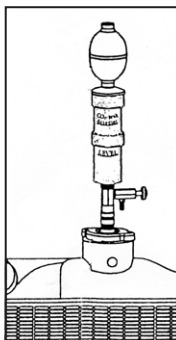

Fig. 3
5. Kun det som beskrives i fig. 3, slut cylinderlækagetesteren til lynkoblingen. Pump derefter damp fra køleren ved hjælp af cylinderlækagetesterens gummiblæser. Hvis tilslutningen er helt tæt, er der ingen risiko for at der kommer falsk luft ind ved køleren. Testresultatet bliver derfor mere nøjagtigt.